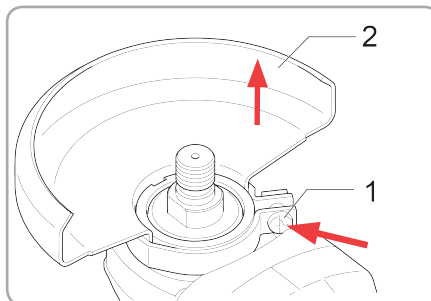

Fig.6
- Pentru a demonta apărătoarea discului, urmați aceeași procedură de instalare a apărătoarei, dar în sens invers Fig.6.